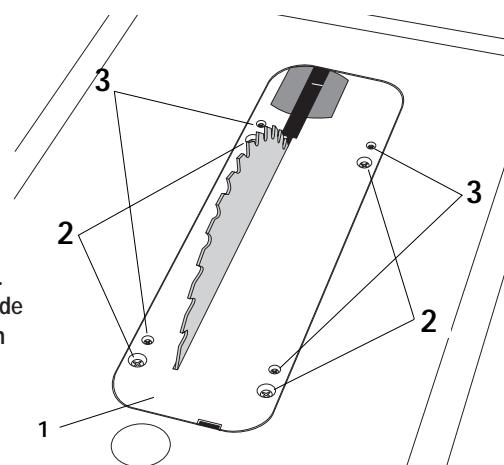

Figura 1.
3. Coloque el accesorio de inserción 1 en la abertura de la mesa de la manera que se muestra en la figura 1 y sujetelo en su sitio con los cuatro tornillos de montaje 2 suministrados.